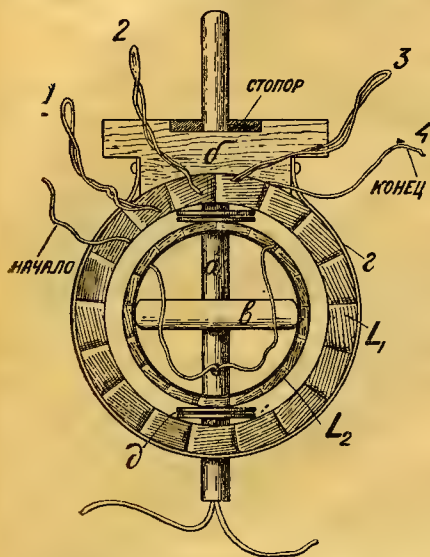

Рис. 4. Конструкция вариосвязи.
2) При сборке вариометра конец мягкого провода, идущий от наружного конца внутренней катушки, присоединяется к внутреннему концу наружной катушки. Стопорный гвоздик, показанный на рис. 4 и 5 забивается в ось так, чтобы он, во-первых, ограничивал поворот внутренней катушки при положении ее в одной плоскости с наружной, а во-вторых, так, чтобы при повороте внутренней катушки до упора по часовой стрелке, направления витков катушек были одинаковы, признаком этого